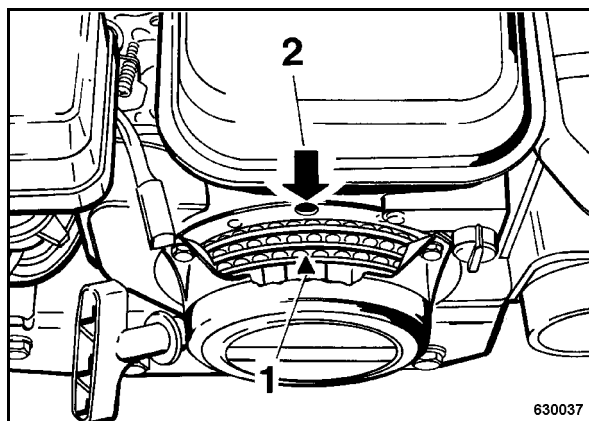

рис. 57
- Для этого выровнять треугольную отметку (1) (рис. 57) шкива стартера по верхнему отверстию (2).